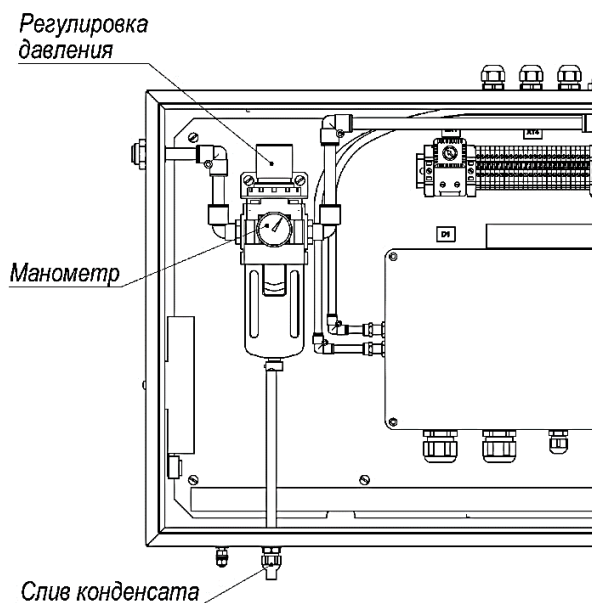

Рисунок 15
3) подать к фильтру сжатый воздух и проверить рабочее давление по манометру ВМО (рисунок 15). Давление должно находиться в пределах 0,5–0,55 МПа (5,0–5,5 бар). При отклонении давления от указанного диапазона выполнить регулировку при помощи регулятора ВМО;
- 2) выпустить конденсат, нажав на штуцер, расположенный в нижней части ВМО (рис. 15);